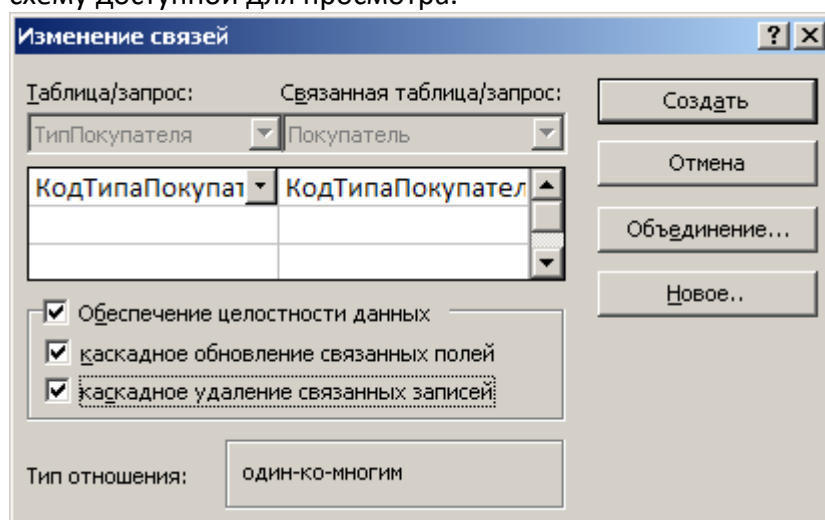

Рис.2. Целостность данных
5. При установлении связей желательно включать поддержку целостности данных (рис.2).